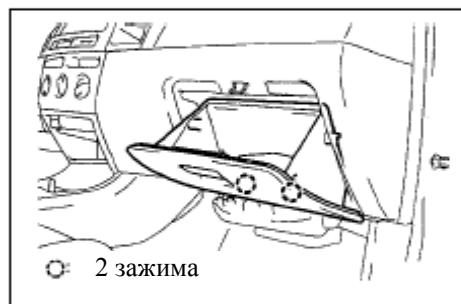

Рис. 532
- b. Потяните и вытяните съемный ящик отделения для мелких предметов (рис. 532).